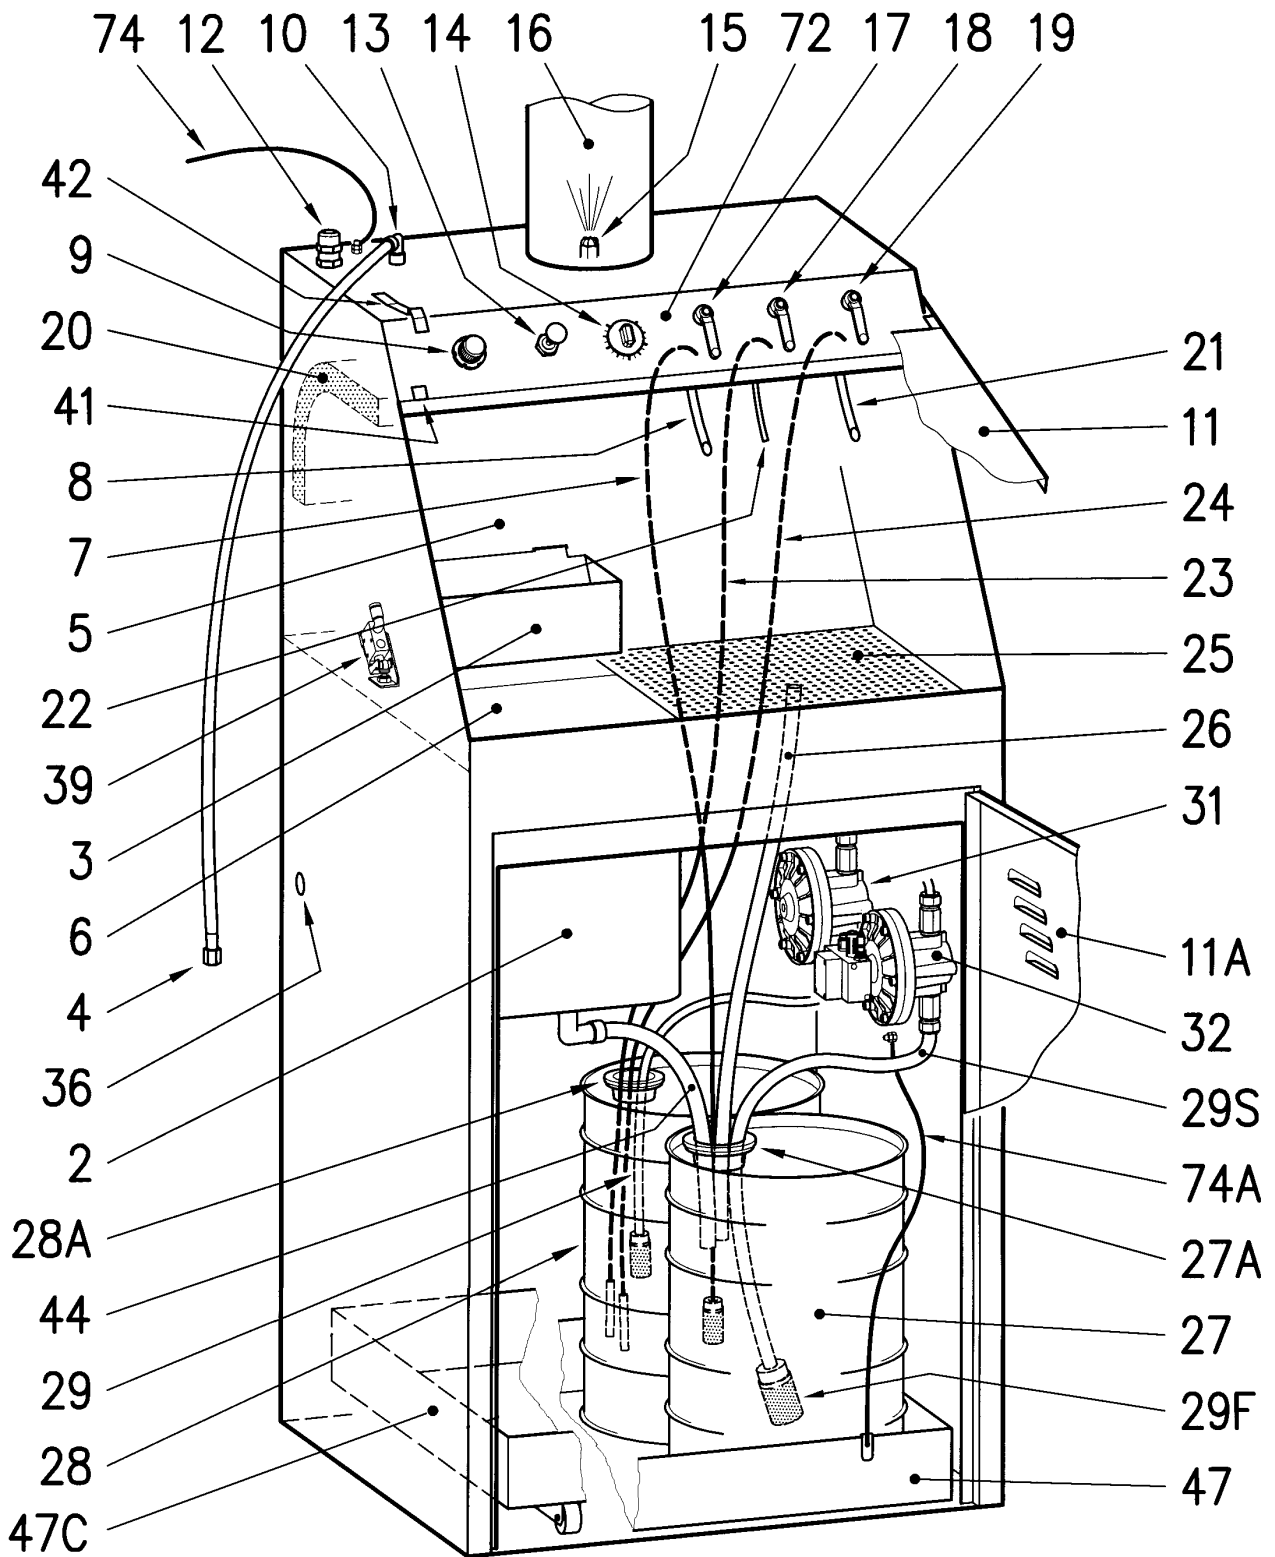

Figure 1
Le **Laveur-pulvérisateur** est principalement constitué d'un récipient en acier (Cf. fig. 1) où sont logés une machine à laver (pos. 2 fig.1) avec une porte, deux pompes pneumatiques (pos. 32 fig.1), des tuyaux souples (pos. 7-23-24-26-29-29S-44 fig.1) pour le remplissage et la vidange du détergent situé dans les récipients à la base de la machine et de commandes situées sur le panneau avant. Pendant le lavage automatique, la porte (pos. 6 fig.1) doit rester fermée. En cas d'ouverture inopinée, la soupape de sécurité (pos. 39 fig.1) interrompt le fonctionnement des deux pompes d'alimentation (pos. 31-32 fig.1) de la machine à laver. Les fumées et les vapeurs de détergent nébulisées dans l'air à l'intérieur de la machine, sont évacuées et aspirées automatiquement chaque fois que l'opérateur ouvre le volet supérieur (pos. 11 fig.1) et expulsés à l'extérieur par effet venturi généré par la buse (pos. 15 fig.1) dans le conduit (pos. 16 fig.1). En amont de ce conduit d'évacuation des vapeurs, il est possible de monter un dépurateur à charbons actifs (en option) qui réduise les particules gazeuses polluantes.
- Le réglage de la pression de l'air (pos. 9 fig.1) pour le pistolet à peinture.
- La commande de la pompe pour le lavage final (pos. 13 fig.1).
- Le réglage du temps de lavage automatique à l'aide de la minuterie (pos. 14 fig.1).
- La commande de la petite pompe venturi (détergent souillé) (pos.17 fig.1).
- La commande du nébuliseur (pos. 18 fig.1).
- La commande de la pompe venturi (détergent propre) (pos. 19 fig.1).
Description du **Laveur-pulvérisateur (Cf. fig. 1):**
- 8) Veiller à ce que les tuyaux soient bien introduits dans les récipients (cod.27 et 28 - fig.1).
- 9) Veiller à ne pas endommager les tuyaux sur les bords des récipients (cod.27 et 28 - fig.1).
- Le **Laveur-pulvérisateur** est un appareil conçu et construit pour être utilisé dans des locaux où la formation d'atmosphères explosives dues à gaz, vapeurs, brouillards ou mélanges d'air et poussières, est **probable**: le **Laveur-pulvérisateur** garantit un niveau de protection élevé conforme au **groupe d'appareils II, catégorie 2, type de danger gaz (G) et poussières (D)** selon la directive 94/9/CE. **Il est conseillé** de placer l'appareil dans un endroit parfaitement aéré, loin de tableaux électriques, de sources de chaleur et d'étincelles.
- **Il est interdit** de poser des objets aux dimensions non adéquates et de poids supérieur à 10 kg sur le plan de travail (pos. 25 fig.1) du **Laveur-pulvérisateur**
- **Il est interdit** de débrancher et rebrancher fréquemment le tuyau d'alimentation en air au raccord (pos.12 fig.1).
- **Il est interdit** de faire fonctionner la pompe pneumatique à membrane (pos. 32 fig.1) s'il n'y a pas de diluant dans les récipients (pos. 27 et 28 fig.1).
- **Il est obligatoire** de relier le câble extérieur de la terre (pos. 74 fig.1) à l'installation de l'atelier avant d'utiliser le **Laveur-pulvérisateur**. Relier également, à l'aide de la pince spéciale, le câble de terre intérieur (pos. 74A fig.1) à la cuve (pos. 47 fig.1).
- **Il est obligatoire**, avant d'utiliser le **Laveur-pulvérisateur**, de contrôler si les tuyaux de remplissage et de vidange du diluant (pos. 23-24-26-29S-44 fig.1) sont bien introduits dans leurs récipients respectifs. Veiller à ne pas les plier et contrôler qu'ils ne sont pas endommagés. Contrôler également que le tuyau de vidange (pos. 44 fig.1) est toujours bien en pente et que l'extrémité n'est pas immergée dans le diluant.
- **Il est obligatoire**, avant d'utiliser le **Laveur-pulvérisateur**, de contrôler que le couvercle (pos. 46 fig.1) ferme bien l'orifice d'inspection.
- **Il est obligatoire** de nettoyer périodiquement le filtre à sec (pos. 20 fig.1).
- **Il est obligatoire** de nettoyer périodiquement le plan de travail (pos.25 fig.1) et le convoyeur (pos.5 fig.1).
- **Il est obligatoire** de contrôler périodiquement le niveau du diluant dans les récipients (pos. 27 et 28 fig.1) pour éviter qu'il ne déborde.
- **Il est conseillé**, avant de commencer à travailler, de verser 8 litres de diluant dans le récipient (pos. 27 fig.1).